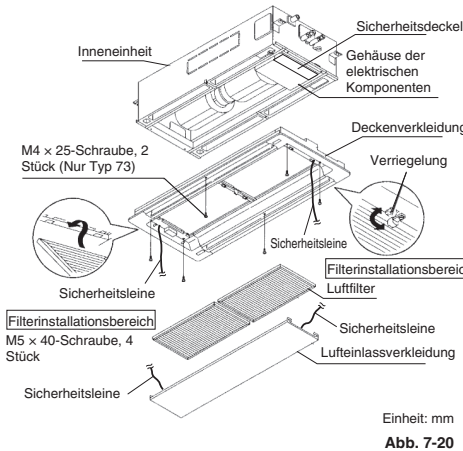

Abb. 7-20
- (2) Die Lufterinlassverkleidung und den Luftfilter von der Deckenverkleidung abnehmen, wie in Abb. 7-20 und 7-21 gezeigt.
- (6) Den Luftfilter und das Lufterinlassgitter durch Umkehren der Schritte von Abb. 7-20 und 7-21 wieder montieren.